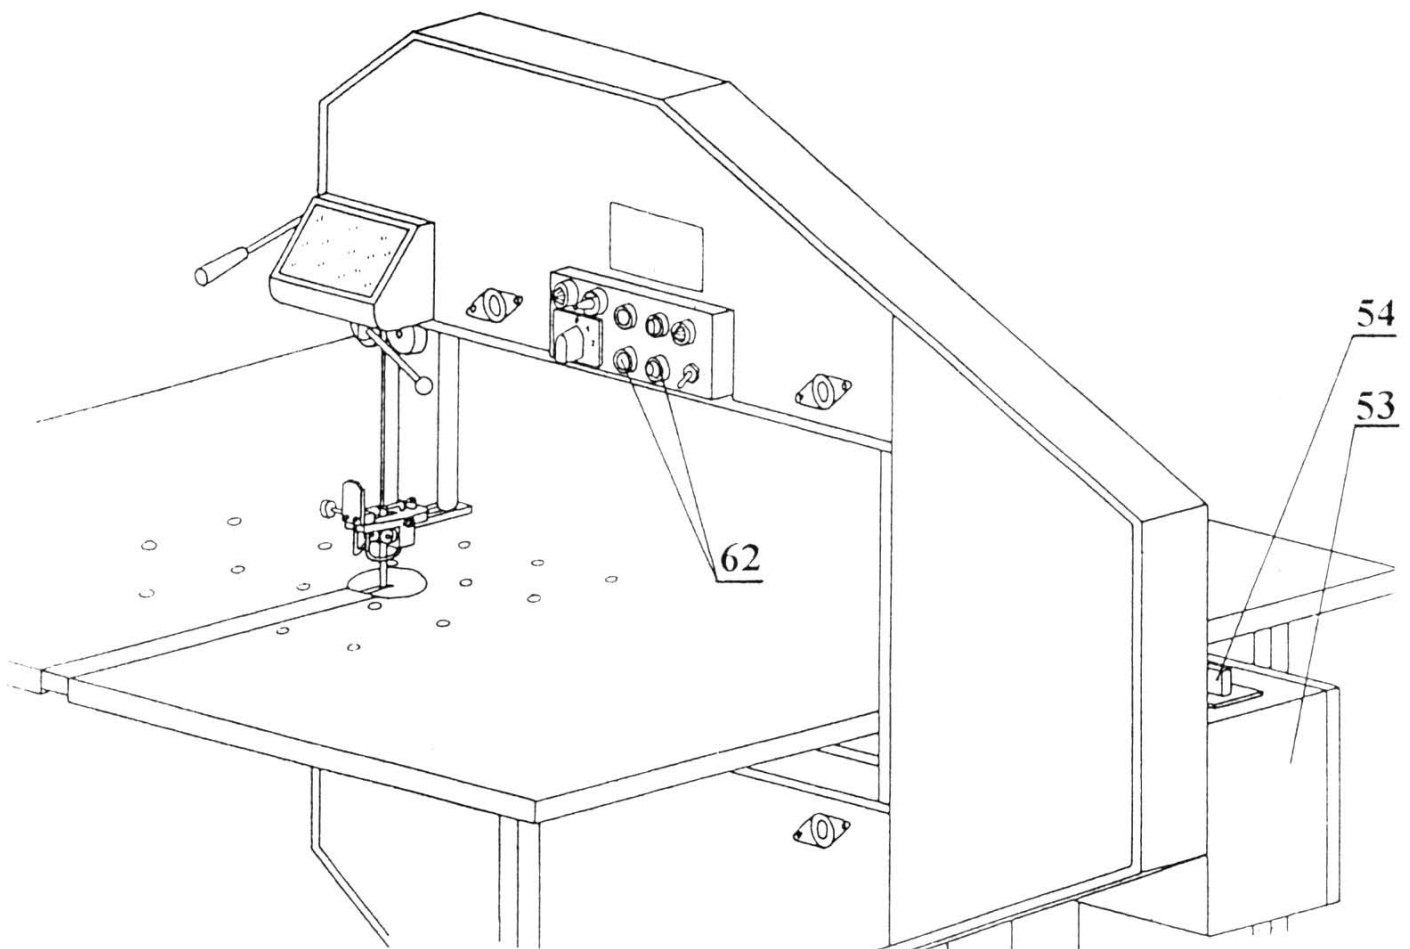
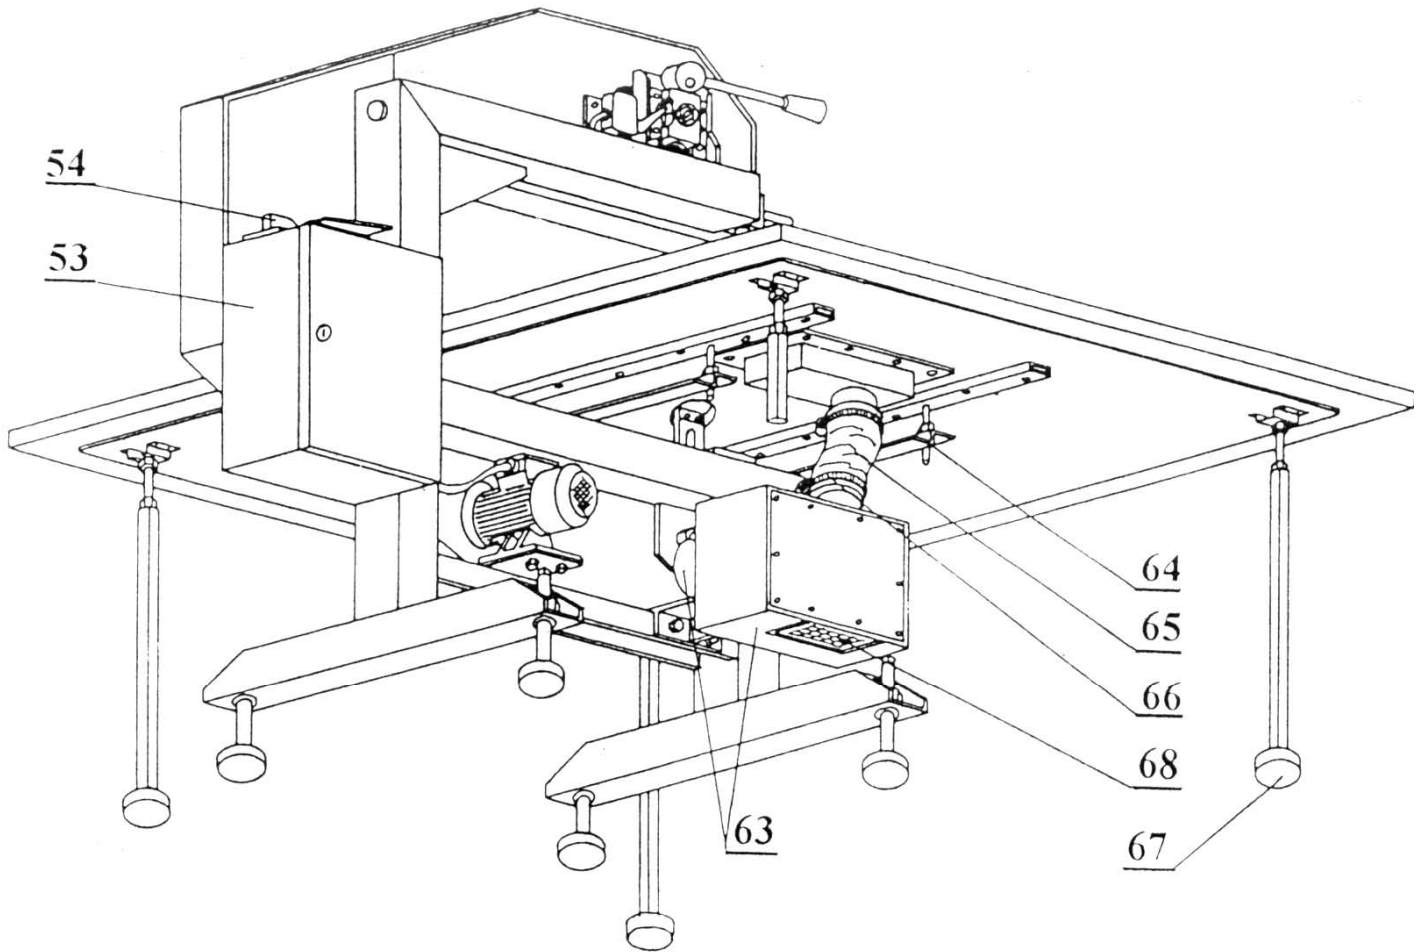

Рис. 8
Рис. 9
- кнопка СТАРТ (зеленая) и СТОП (красная) (62) на пульте управления (рис.8).
- двигатель и вентилятор (63) (рис.9).
- элементы автоматического управления в электрическом шкафу (53)
- установить стол на раскройной машине (рис.9).
- привинтить стол винтами (64)
- подключить трубу (65) к столу и обжать ее хомутом (66) (рис.9)
- установить ноги (67)
Включение и выключение воздушной подушки происходит с помощью кнопок СТАРТ и СТОП, которые находятся на пульте управления; кнопки могут работать только после включения ГЛАВНОГО ВКЛЮЧАТЕЛЯ/ВЫКЛЮЧАТЕЛЯ (54) (рис.8 и рис.9).
Надо время от времени проверять проходимость впускного отверстия (68) (рис. 9) - если нужно, очистить его. Чтобы очистить поверхность стола, надо **включить** воздушную подушку.
Кнопками (61 рис. 9) включается (зеленой) и выключается (красной) пылесосная система.
Кнопками (62 рис. 9) включается (зеленой) и выключается (красной) воздушная подушка.